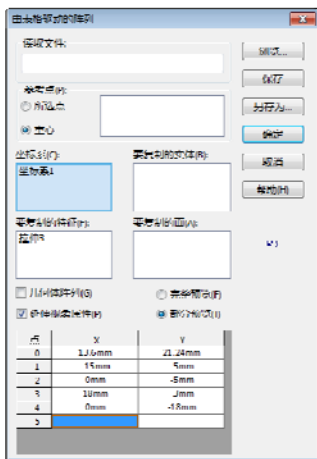
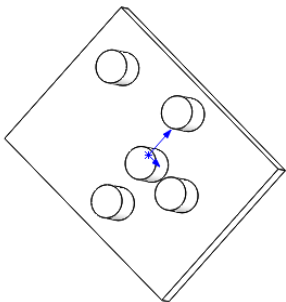

图 5-156 参数设置
图 5-157 生成表格驱动的阵列
- 06 在对话框中设置如图 5-156 所示的参数, 单击【确定】按钮, 生成表格驱动的阵列, 如图 5-157 所示。